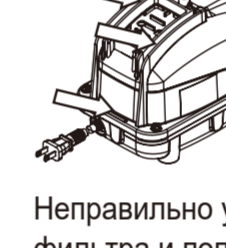

Рис. 4
- 6 Удалите грязь с внутренней поверхности верхней части корпуса. (рис. 4)